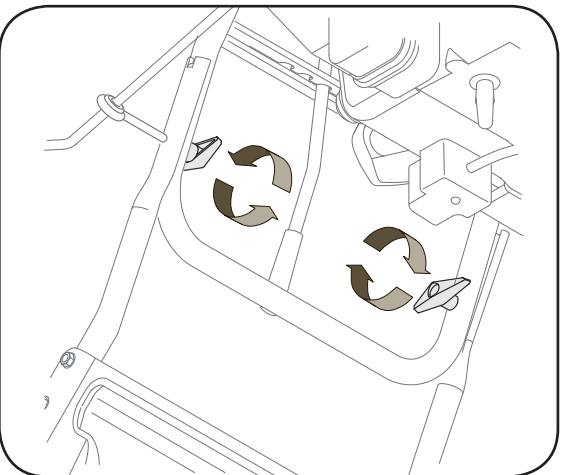

Figure 3-2
2. Ajustez le guidon en serrant les boutons à oreilles en plastique qui se trouvent sur les deux côtés du guidon. Enlevez et jetez tout élastique en caoutchouc le cas échéant. Ils ne servent qu'à l'emballage. Voir la Figure 3-2.